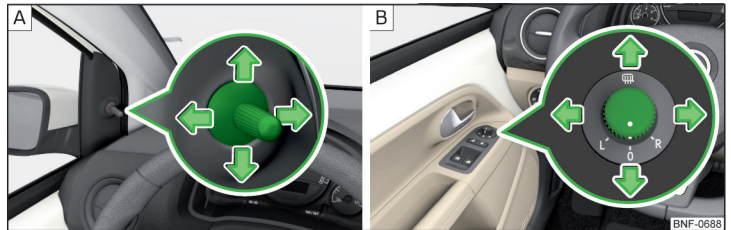

Fig. 47 Operarea oglinzii exterioare: mecanic/electric
► Pentru **reglarea** suprafeței oglinzilor, rotiți butonul în sensul săgeților » fig. 47.
Butonul rotativ pentru reglarea electrică a oglinzii poate fi mișcat în următoarele poziții » fig. 47 - [B].